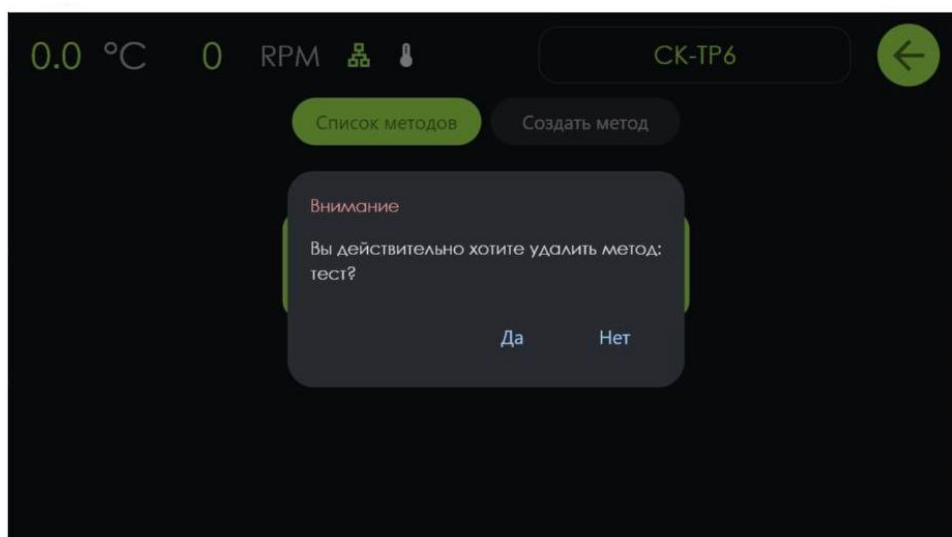

Рисунок 15 – Метод исследования. Удаление метода
- кнопка «Удалить» - удаляет выбранный метод из списка (рисунок 15)